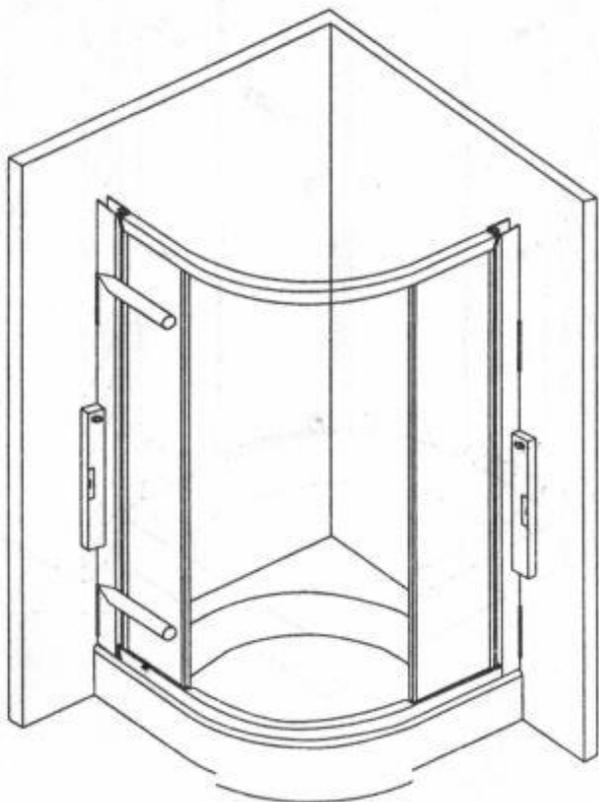
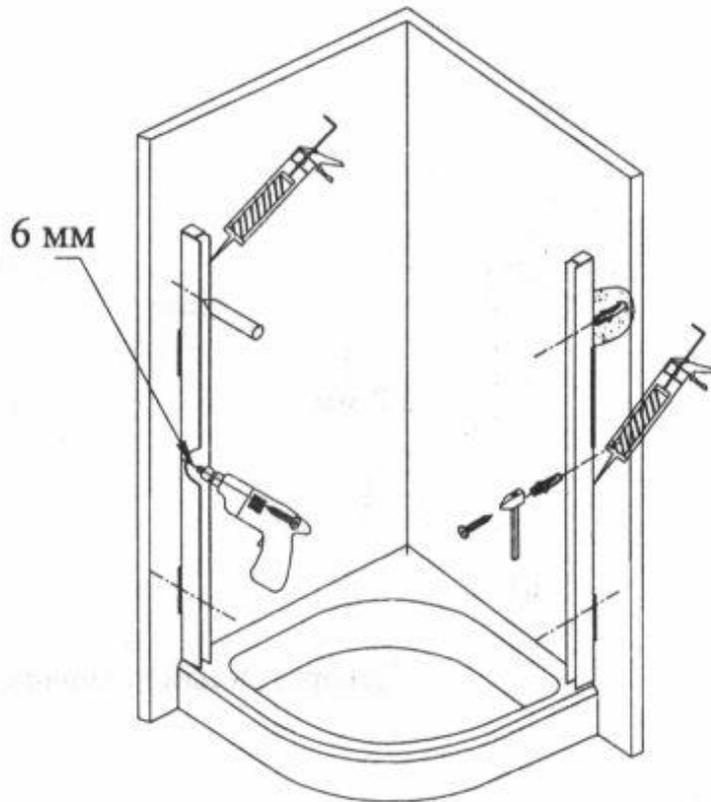

Рис. 5
Рис. 6
5. Установите каркас кабины на поддон. Выровняйте его при помощи уровня. Отметьте места крепления стенового профиля (рис. 5). Обработайте силиконом место стыка между стеной и стеновым профилем и закрепите его к стене (рис. 6).